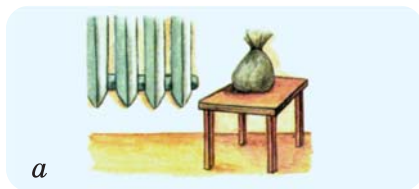

Рис. 3
2. Прогрейте семена томатов, поместив их рядом с батареей отопления на 2–3 часа (рис. 3, а).
3. Протравите семена в тёмно-фиолетовом растворе марганцовки в течение 30 минут (рис. 3, б). Всплывшие семена удалите вместе с жидкостью. Оставшиеся семена промойте и подсушите на салфетке.